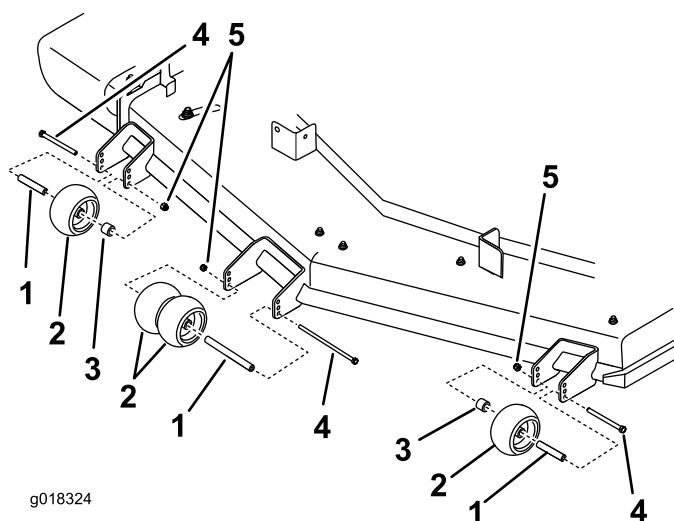

Figura 29
4. Asegúrese de que los espaciadores y los casquillos están instalados (Figura 29).